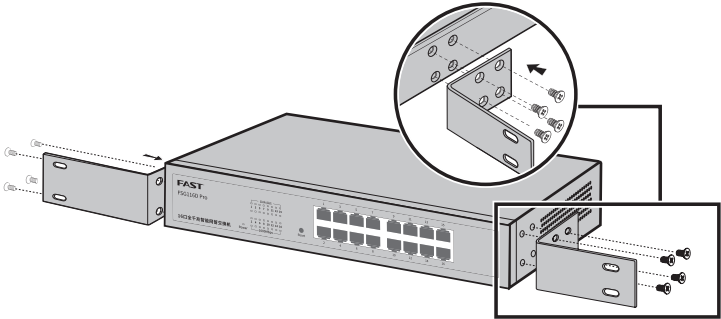

图3-2 交换机L型支架安装示意图
2. 使用配件中提供的螺钉将两个L型支架分别固定安装在交换机面板的两侧, 如图3-2所示。